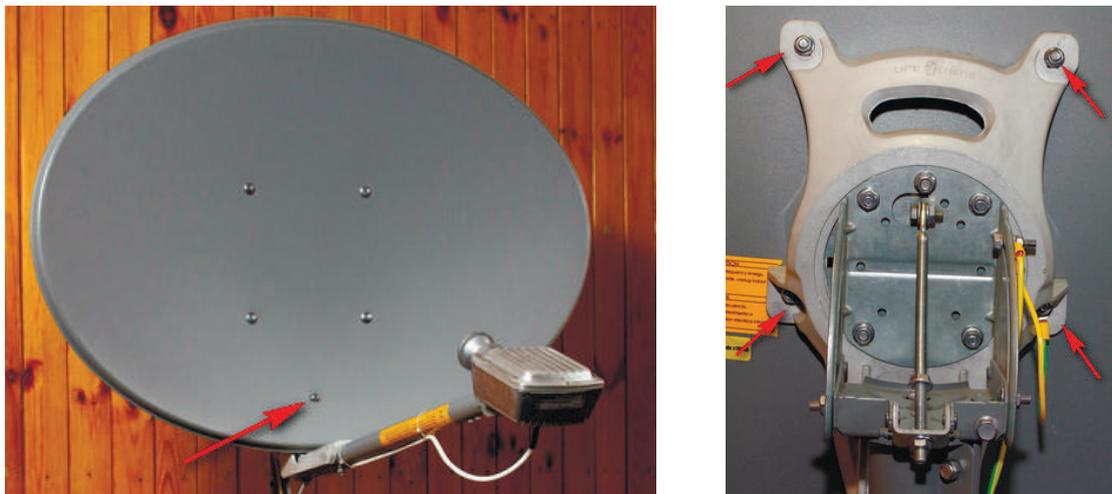

Рисунок 24 –Крепление рефлектора
Далее закрепите рефлектор (2) на кронштейне (1), как показано на рисунке 24. Потребуется крестовая отвертка, гнездовой ключ, удлинитель и головка на 13мм. Удерживая рефлектор, сопоставьте отверстие нижнего винта с отверстием в кронштейне. Закрутите винт для фиксации рефлектора (рисунок 24). Далее вставьте четыре болта в отверстия рефлектора, и со стороны кронштейна притяните их гайками до упора (рисунок 24).